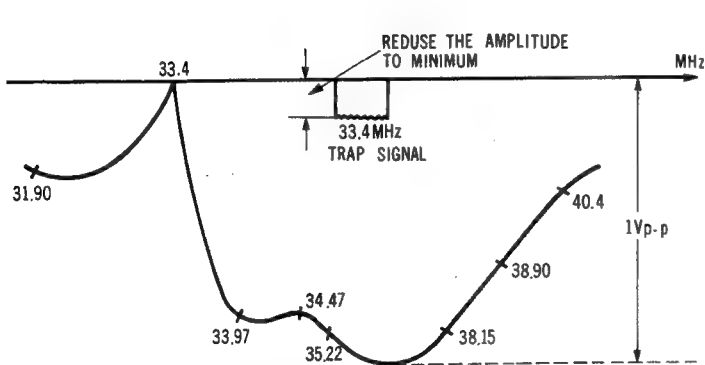

Figure 10 Abb. 10
6. Adjust T106 to achieve 38.15 MHz and 35.33 MHz in equal height. (See figure 10)
5. T106 so einstellen, dass die Marken 38.15MHz und 35.22MHz amplitudengleich sind. (Vgl. Abb. 10)